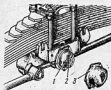

Рис. 136. Крепление балансира: 1 — вал; 2 — болт; 3 — коiled балансира
6. Через одно ТО-2 подтяните гайки крепления балансира (рис. 136).